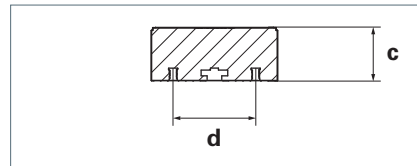
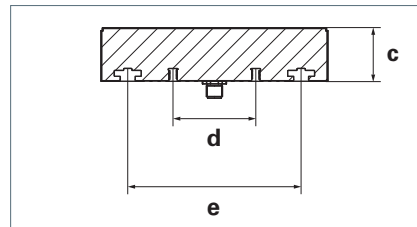

Fig. 2: Abmessungen MSAL 24/48/72/96 S, Querschnitt durch die kurze Seite der Leuchte.
Fig. 3: Abmessungen MSAL 90/180 S, Querschnitt durch die kurze Seite der Leuchte.
- ▶ Montieren Sie die Leuchte mit geeigneten Gleitmuttern M5 an die Montageoberfläche. Für die Abstände der T-Nuten an der Leuchte MQAL 90/180 S, siehe Fig. 3.
- ▶ Montieren Sie die Leuchte mit geeigneten Schrauben M6 an die Montageoberfläche. Für die Abstände der Gewindekanäle an der Leuchte, siehe Fig. 2 und siehe Fig. 3.